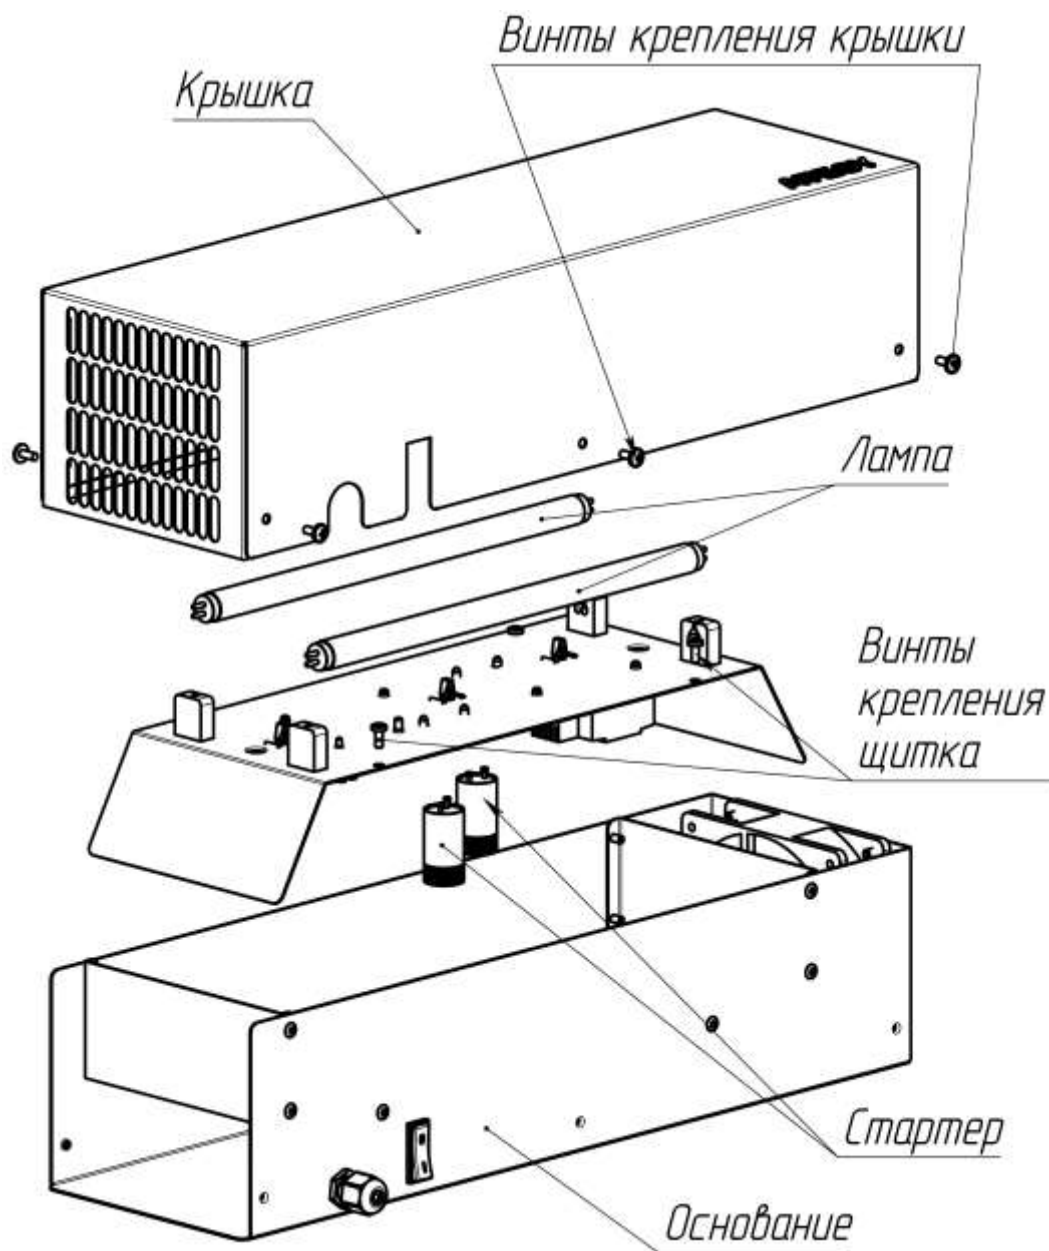

Рис. 3. Схема замены ламп и стартеров
4.7. Замена ламп и стартеров (Рис. 3)